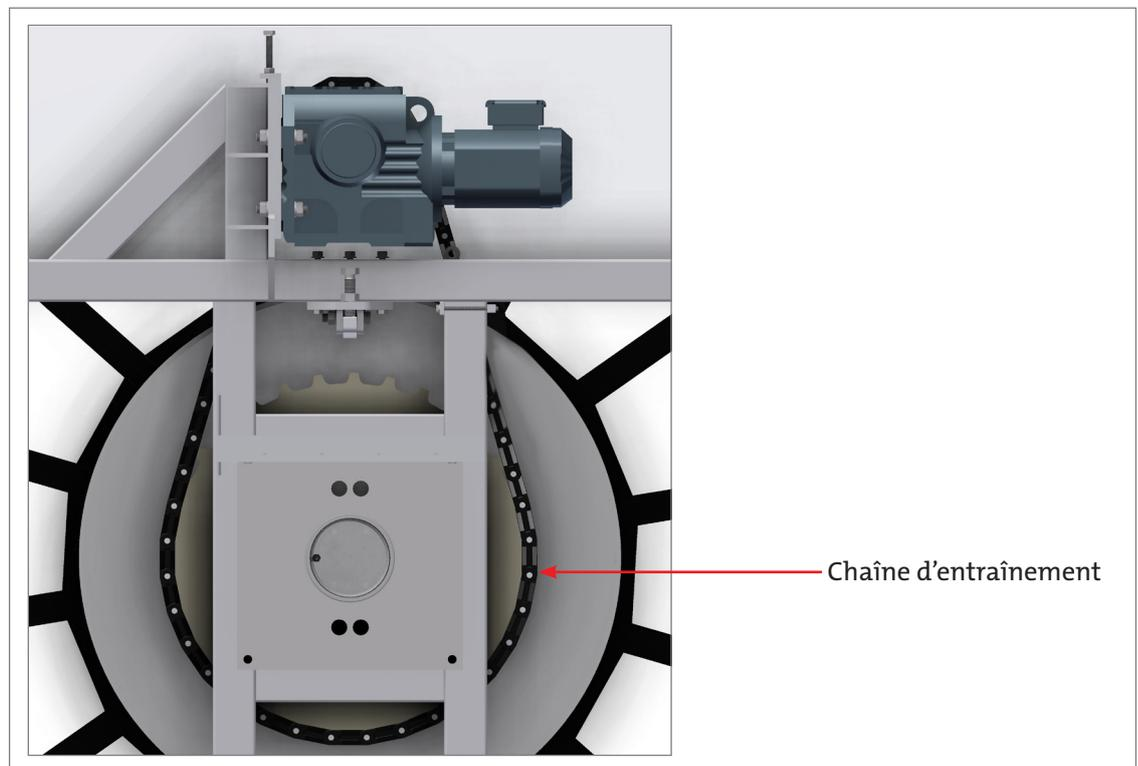

Figure 7.15 Contrôle du réglage de la chaîne d'entraînement
1. Tournez l'interrupteur principal sur le mode OFF (0) et verrouillez-le à l'aide d'un cadenas.
4. Contrôlez la tension de la section non tendue de la chaîne ; elle doit pouvoir être bougée de 25-50 mm, voir la Figure 7.15